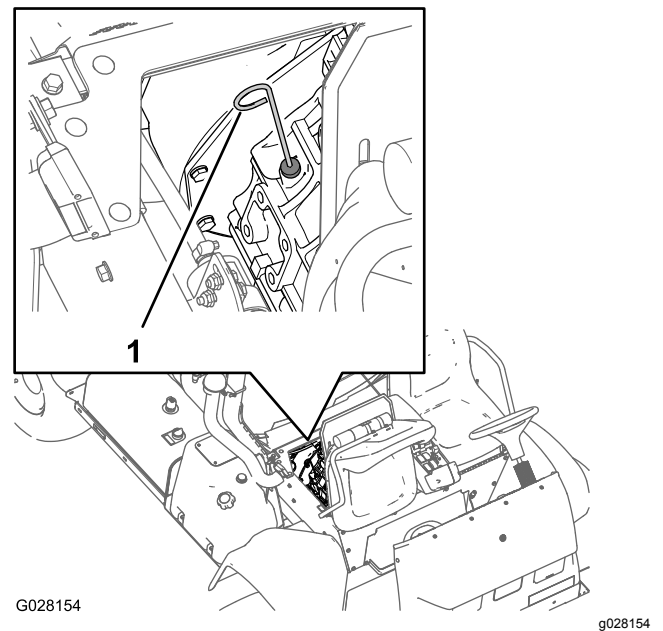

Figure 72
7. Faites l'appoint d'huile spécifiée avec précaution pour faire monter le niveau jusqu'au repère maximum sur la jauge (Figure 72).